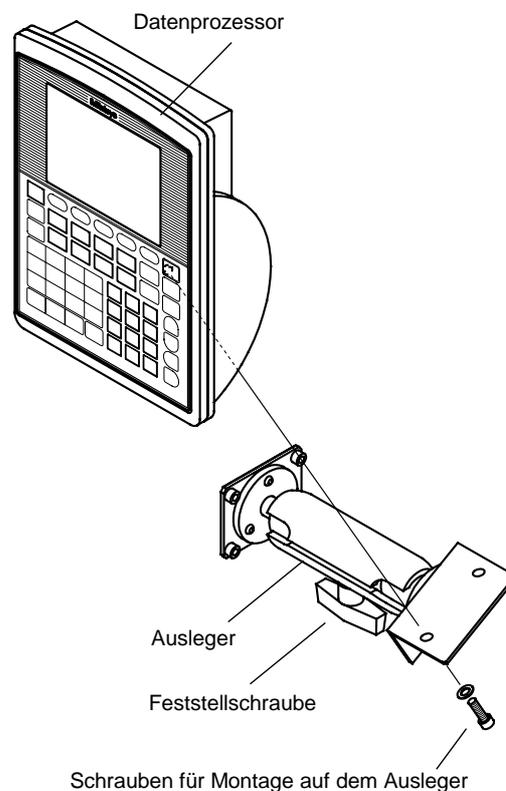

Abb. 2-4
- 2) Wie in Abbildung 2-4 zu sehen, wird nun der Datenprozessor mit einer Schraube (M8) an der Halteplatte des Auslegers befestigt (Inbus-Schlüssel Nr. 6.)